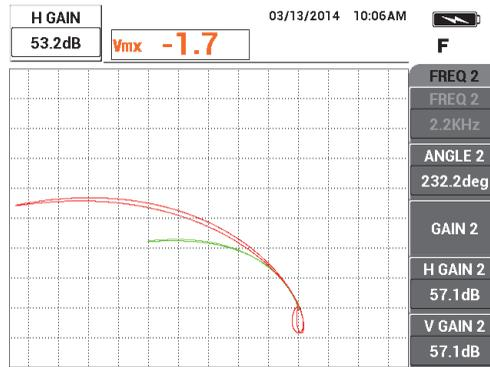

Figura 5-123 Ajuste de la amplitud horizontal de la señal de frecuencia 1
13. Pulse dos veces la tecla GAIN (dB) y, después, disminuya la amplitud horizontal de la señal de frecuencia 1 (verde) hasta extenderla precisamente 5 divisiones a la izquierda del punto nulo. Vea la Figura 5-123 en la página 234.